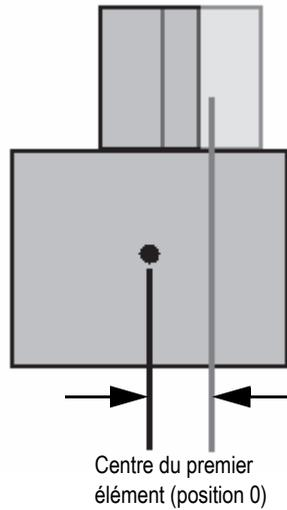

Figure 4-8 Décalage secondaire
- e) Sélectionnez **Décalage sec.**, et puis entrez **0** pour indiquer que la sonde est centrée sur le sabot sur l'axe secondaire. Si la sonde n'est pas centrée sur le sabot, entrez la valeur appropriée (voir la Figure 4-8 à la page 117).